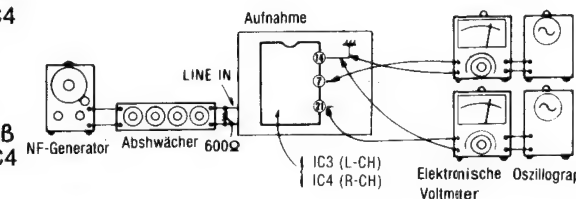

Fig. 17
1. Den Meßaufbau zeigt Fig. 17.